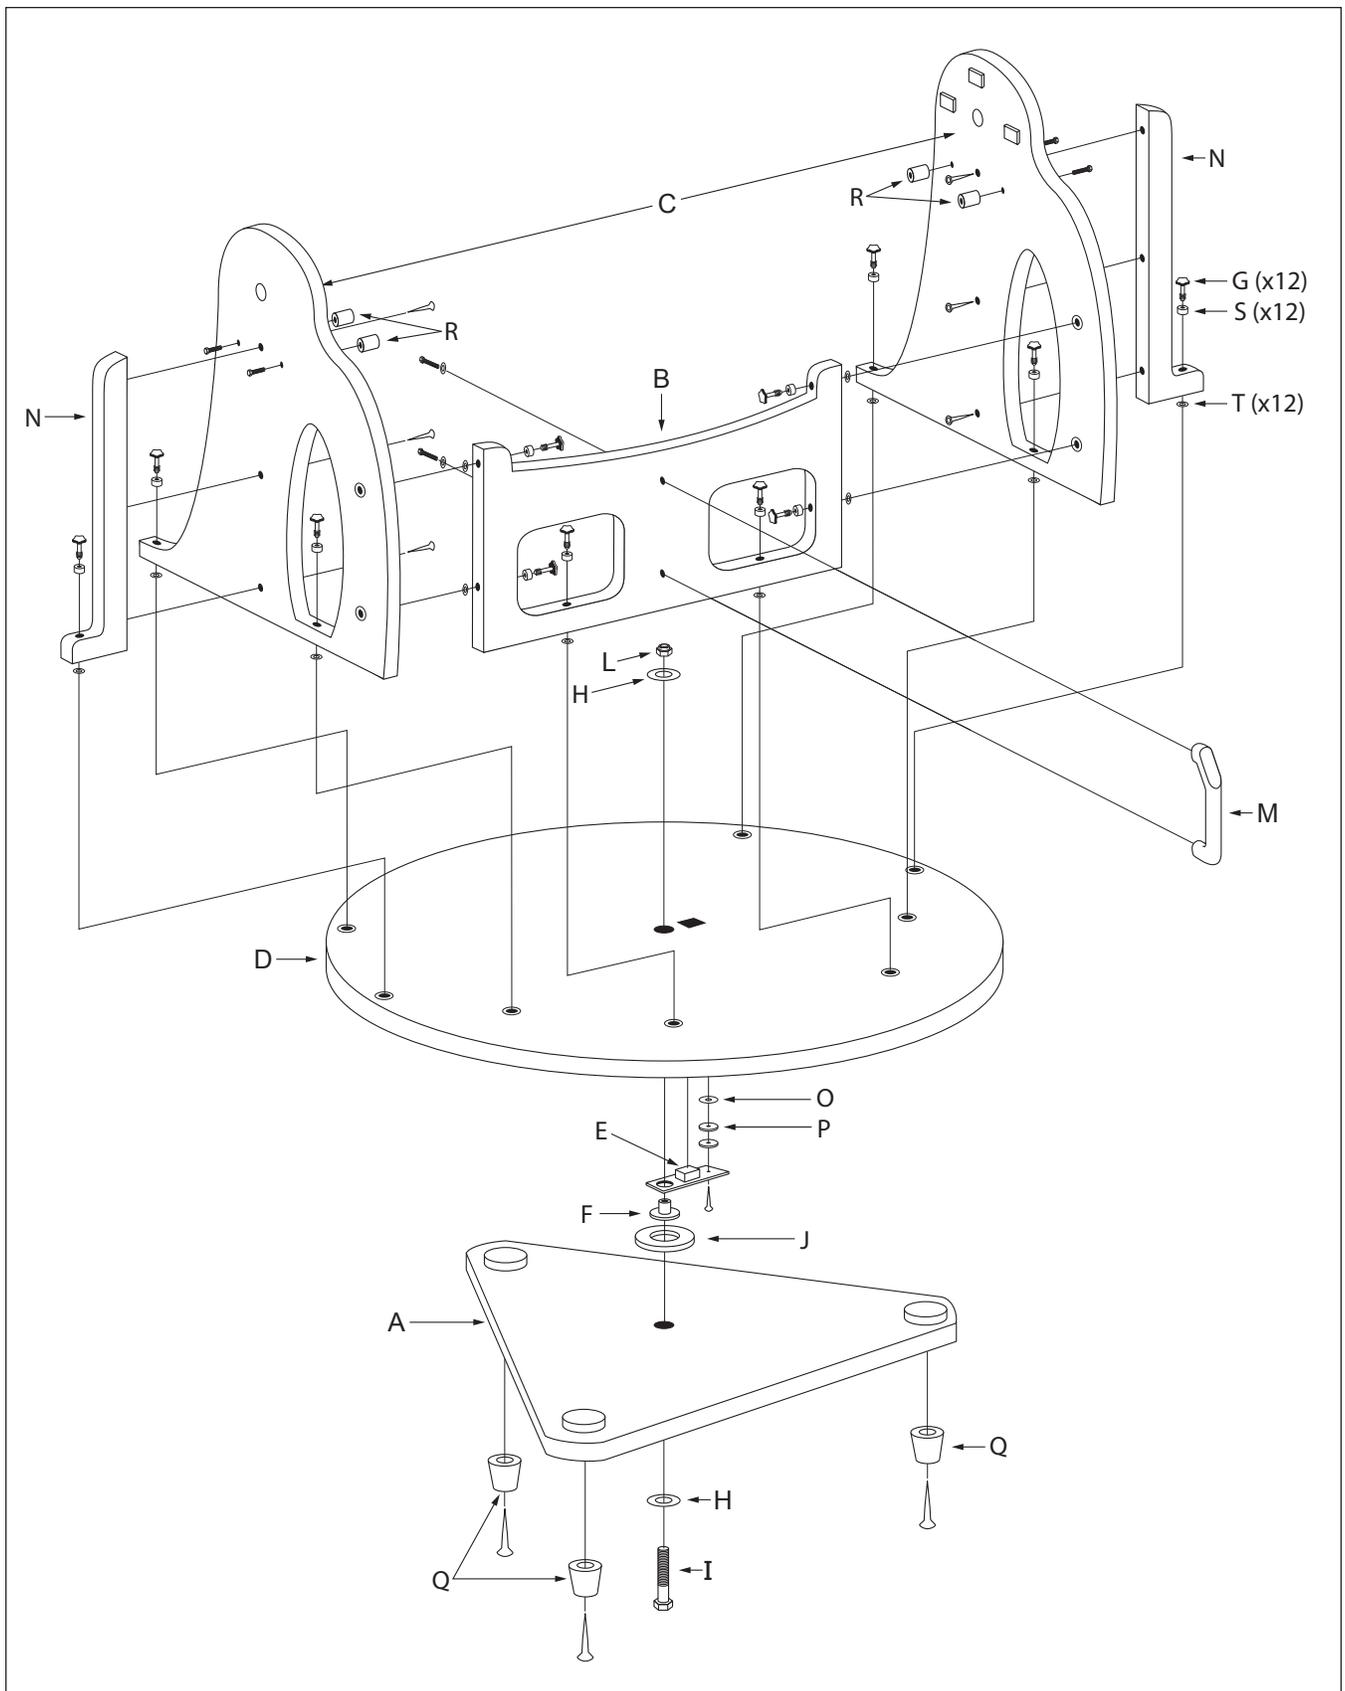

Figure 7. Vue éclatée de la base XX14i.
Consultez la **Figure 7** pendant le montage de la base. Serrez les vis fermement, mais prenez garde à ne pas abîmer les orifices en serrant trop fort. Si vous utilisez un tournevis électrique, procédez au serrage final avec un tournevis standard pour éviter la détérioration des orifices.
1. À l'aide d'un tournevis cruciforme, serrez les pieds (Q) en dessous de la plaque inférieure (A), en utilisant les vis à bois spécifiques fournies. Insérez les vis dans les pieds et vissez-les dans les orifices initiaux pré-perçés.
2. Reliez les supports latéraux (N) aux panneaux latéraux (C) en utilisant trois des vis réservées au montage de la base pour chaque panneau. Le support doit être attaché à la surface extérieure de la paroi latérale, qui porte l'étiquette SkyQuest XX IntelliScope. Les vis sont placées dans les trous sur les panneaux latéraux et se vissent dans les avant-trous des supports latéraux. Utilisez la clé hexagonale de 4 mm pour serrer fermement les vis.
3. Installez maintenant les boulons captifs d'assemblage (G), chacun possédant un bouton à main noir déjà installé. Il y a 12 boulons d'assemblage en tout. Consultez la **Figure 7** pour localiser leur emplacement. Commencez par le panneau avant (B), qui comporte six trous de passage pour insérer des boulons d'assemblage.
Glissez d'abord une entretoise (S) sur un boulon (G). Puis insérez le boulon d'assemblage dans le trou, dans le sens indiqué sur la **Figure 7**. En maintenant le bouton avec une main, enfoncez de l'autre main une rondelle de caoutchouc (T) sur l'extrémité filetée (saillante) du boulon. L'ouverture est juste assez grande pour faire passer la rondelle, il faudra donc un petit effort pour la mettre en place. Poussez la rondelle avec votre doigt le long du boulon autant que vous le pouvez (**Figure 8a**). Placez ensuite le tube d'insertion sur le boulon (**Figure 8b**) et utilisez-le pour pousser la rondelle vers la tête du boulon, dans le trou pratiqué dans le bois (**Figure 8c**). La rondelle maintient le boulon captif lorsqu'il est entièrement retiré de la pièce correspondante sur la base.
25. Attachez la poignée (M sur la **Figure 7**) au panneau avant (B) avec les deux vis de montage de la poignée. Positionnez une rondelle de poignée sur chaque vis, puis placez la poignée contre le panneau avant (l'extrémité de la poignée avec le logo Orion doit être orientée vers le haut). Serrez fermement les vis dans la poignée depuis l'intérieur du panneau avant à l'aide de la clé à molette fournie.